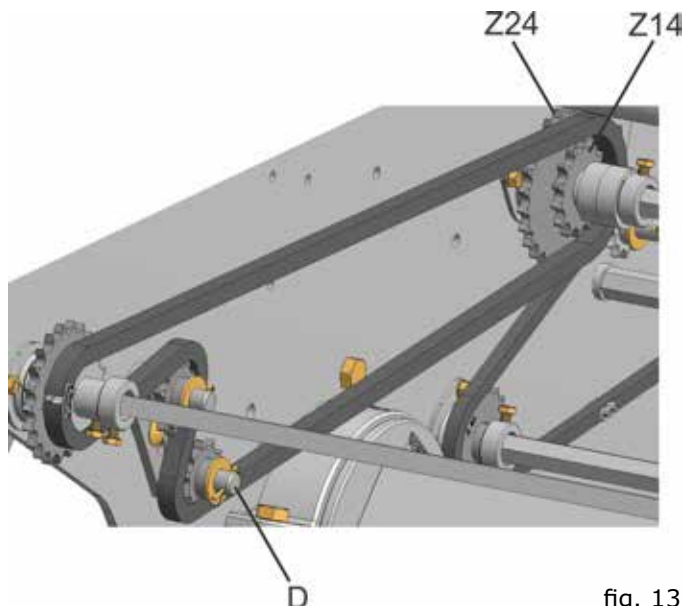

fig. 13
Mantenha a corrente esticada através do esticador (D), (fig. 13). Utilize as rodas dentadas **Z24** e **Z14** como opção adicional de regulagens, fazendo as trocas necessárias.